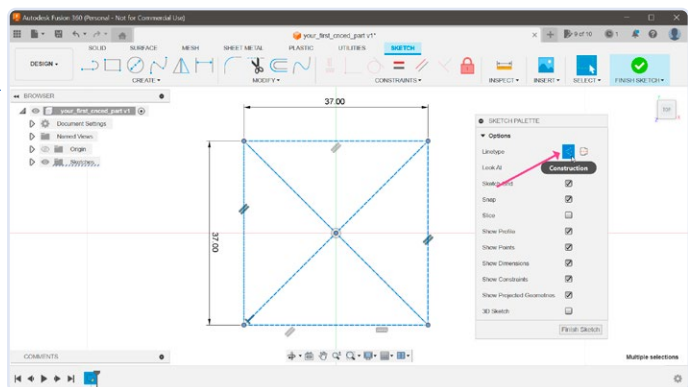

Figure 3. Modification de la définition des lignes dans le mode Construction.
- Nous n'utiliserons pas cette forme pour extruder le boîtier parce que nous avons besoin de place autour du circuit imprimé. Il est logique de sélectionner toutes les lignes et de les transformer en lignes de construction en cliquant sur le bouton **Construction** dans la boîte de dialogue **Sketch Palette**. Ceci indique au programme Fusion 360 que nous n'utilisons les lignes que comme guides (**figure 3**).